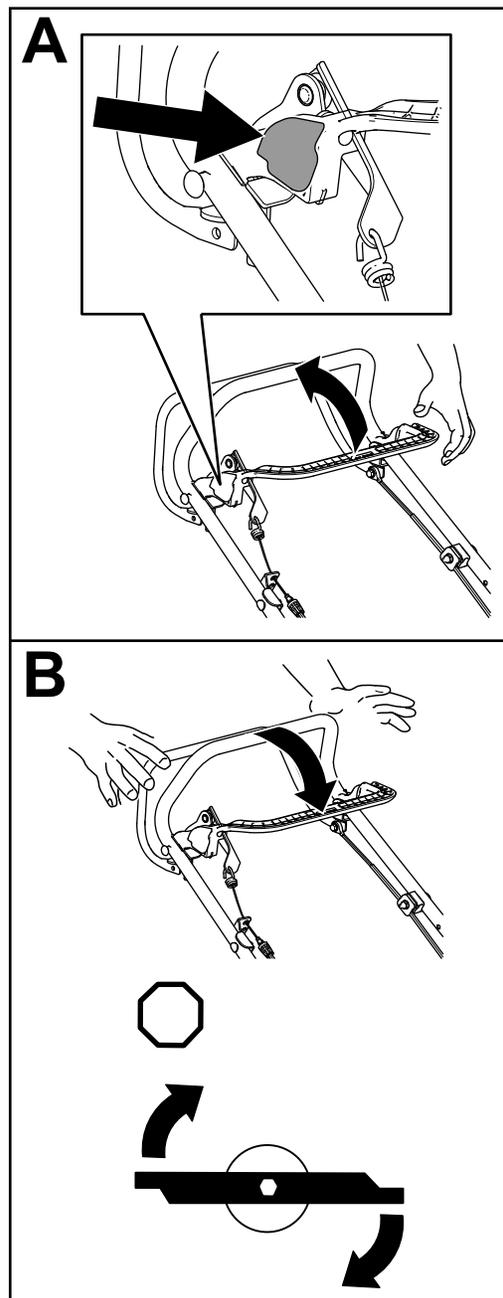

Рисунок 19
1. Нажмите и удерживайте в нажатом положении блокировочную кнопку управления ножом, чтобы привести в действие штангу управления ножом (вид А на Рисунок 19).
2. Удерживая кнопку в нажатом положении, потяните штангу управления ножом в сторону рукоятки, при этом нож должен включиться (вид А на Рисунок 19).
3. Отпустите штангу управления ножом для выключения ножа (вид В на Рисунок 19). Кнопка управления ножом возвращается в исходное положение.